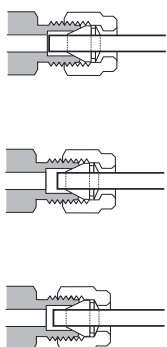

Figure 20. Raccord terminé
- 10 Des raccords correctement et incorrectement emboutis sont représentés à la **Figure 20**. Notez que l'extrémité du tube dans un raccord correctement embouti n'est pas écrasé et n'intervient pas avec le rôle des ferrules.